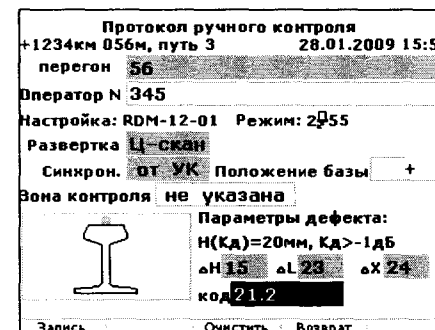

Рисунок 80
3.4 После установки измерительных маркеров на всех проекция профиля рельса, нажать на клавишу **ЗАП**, выведя на экран формат Протокол ручного контроля; при этом в информационные окна протокола с параметрами дефекта автоматически заносятся численные значения параметров, определенные при маркерных измерениях (рисунок 80).